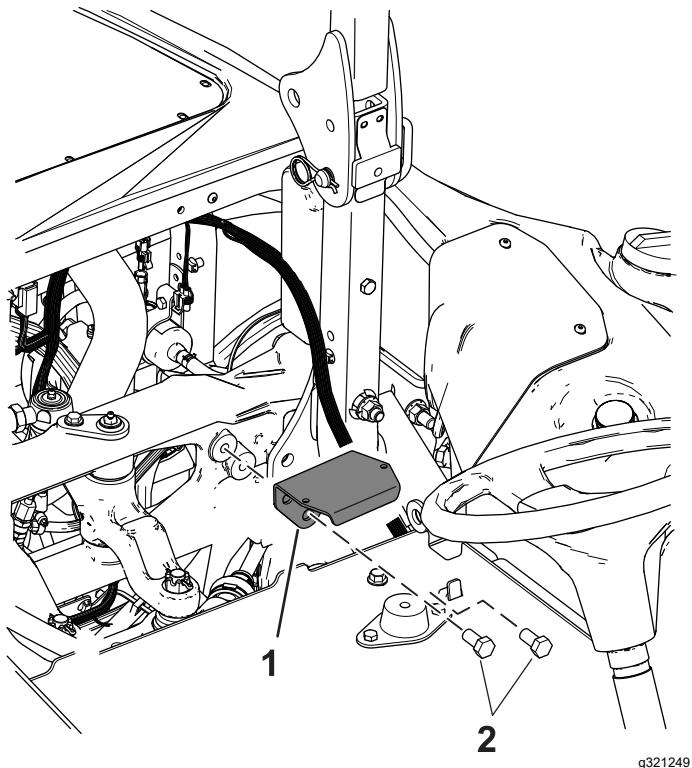

图 3
4. 用 2 个螺栓 $\frac{1}{2} \times 1$ 英寸将传感器支架安装到机架上请参阅 图 3。